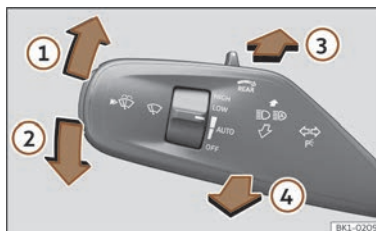

Fig. 102 Maneta pentru semnalizarea direcției și faza lungă.
- Din poziția neutră, apăsați maneta pentru semnalizarea direcției și faza lungă înspre față >>> **fig. 102 ③**.
- **FIE**: dacă asistența pentru faza lungă este pornită, trageți maneta pentru semnalizare și faza lungă înapoi >>> **fig. 102 ④**.